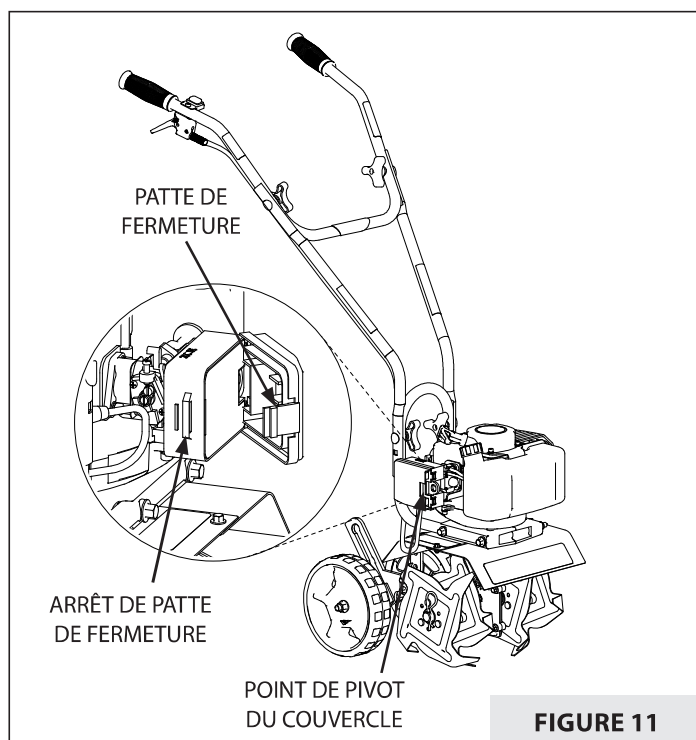

FIGURE 11
2. Pour déposer le couvercle de filtre à air, serrer la patte de fermeture et tourner autour du point de pivot du couvercle pour le détacher de la base d'épurateur d'air. **VOIR FIGURE 11**